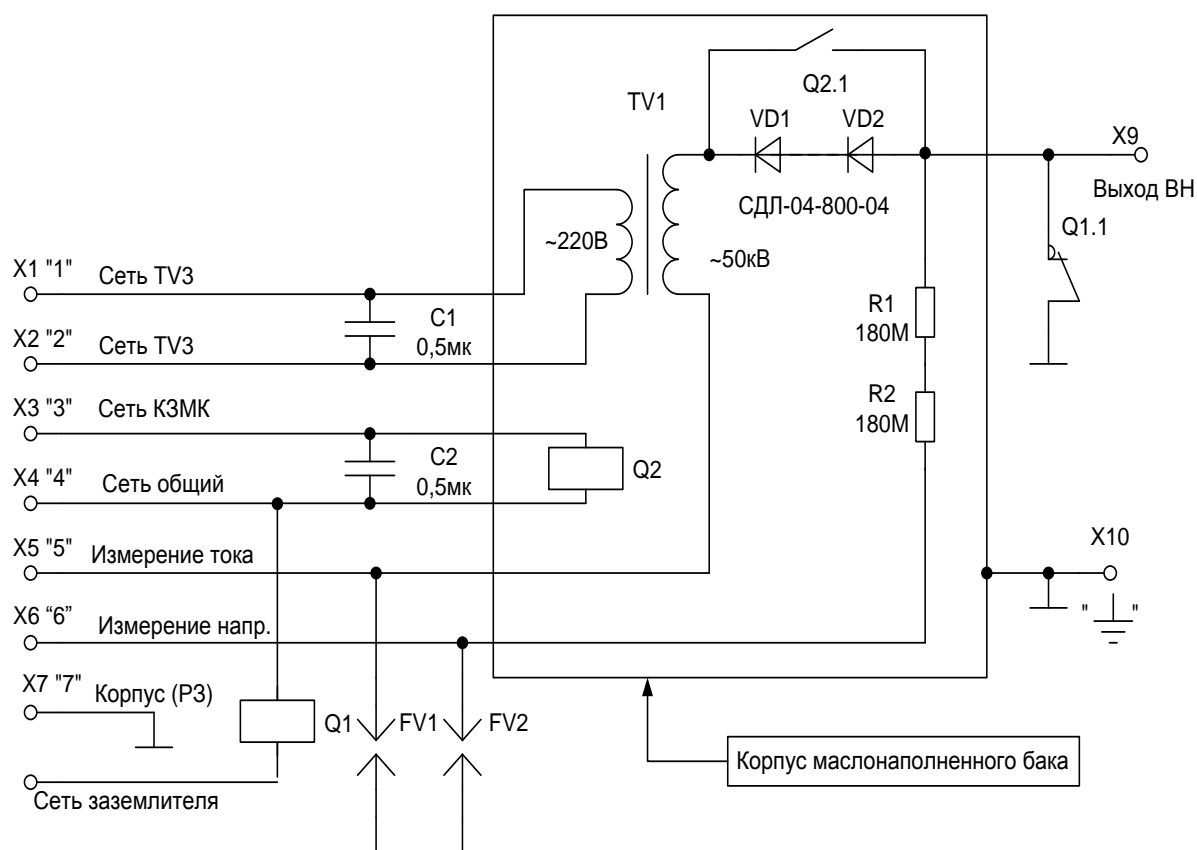

Рисунок 3 – БВН. Схема электрическая принципиальная
2.1.2 БВН (см. рис. 3) включает в себя: трансформатор высоковольтный TV1, переключатель высоковольтный Q2, резисторы высоковольтные R1, R2, выпрямительные столбы VD1, VD2, помещённые в бак, заполненный трансформаторным маслом.